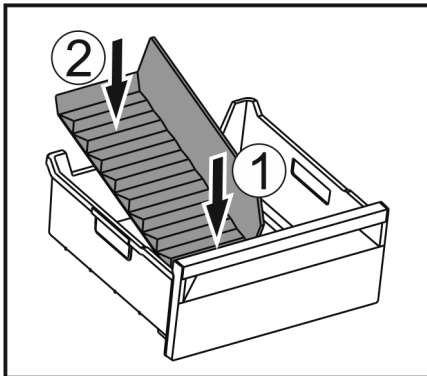

Fig. 64
- ▶ Vorderen Teil des Eisfach-Trenners einsetzen. Fig. 64 (1)
- ▶ Hinteren Teil des Eisfach-Trenners bis zum Schubfachboden absenken. Fig. 64 (2)